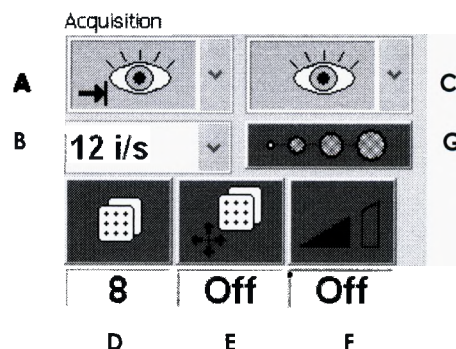

Рисунок 18
- 7.4.2.4.2 Зона «Получение изображений» (см. рисунок 18) позволяет выбрать и посмотреть условия получения изображений.